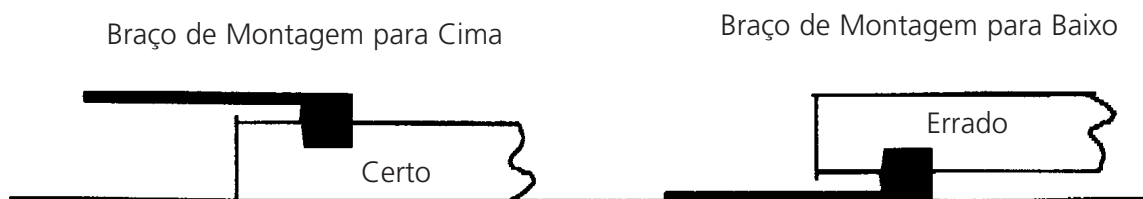

Figura 3-1
2. Coloque o bastidor externo sobre uma superfície plana com o suporte de montagem do bastidor virado para cima. Veja a Figura 3-1.